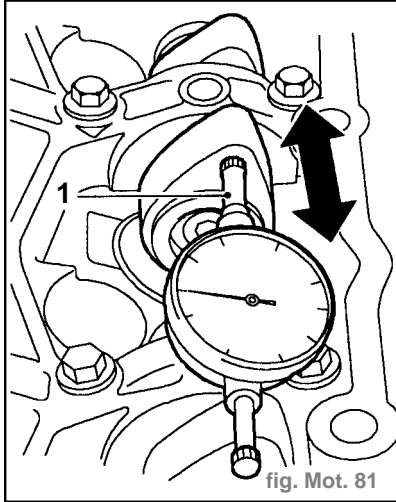

fig. Mot. 81
- Monter un comparateur à cadran approprié sur le support d'arbre à cames, le palpeur reposant sur la face de la came n°4 de l'arbre à cames avant (fig. Mot. 81).